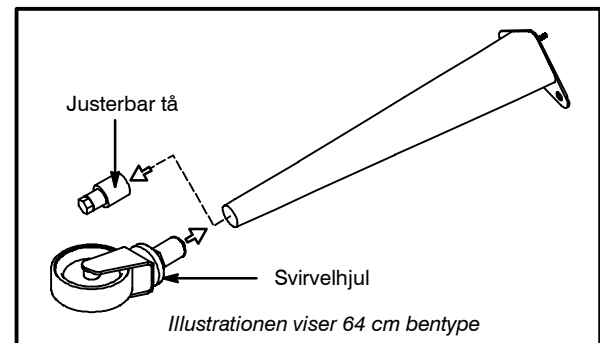

Figure 4
3. Sæt et svirvelhjul på hver ben, som vist på fig. 4, og spænd dem fast med låsemøtrikkerne.